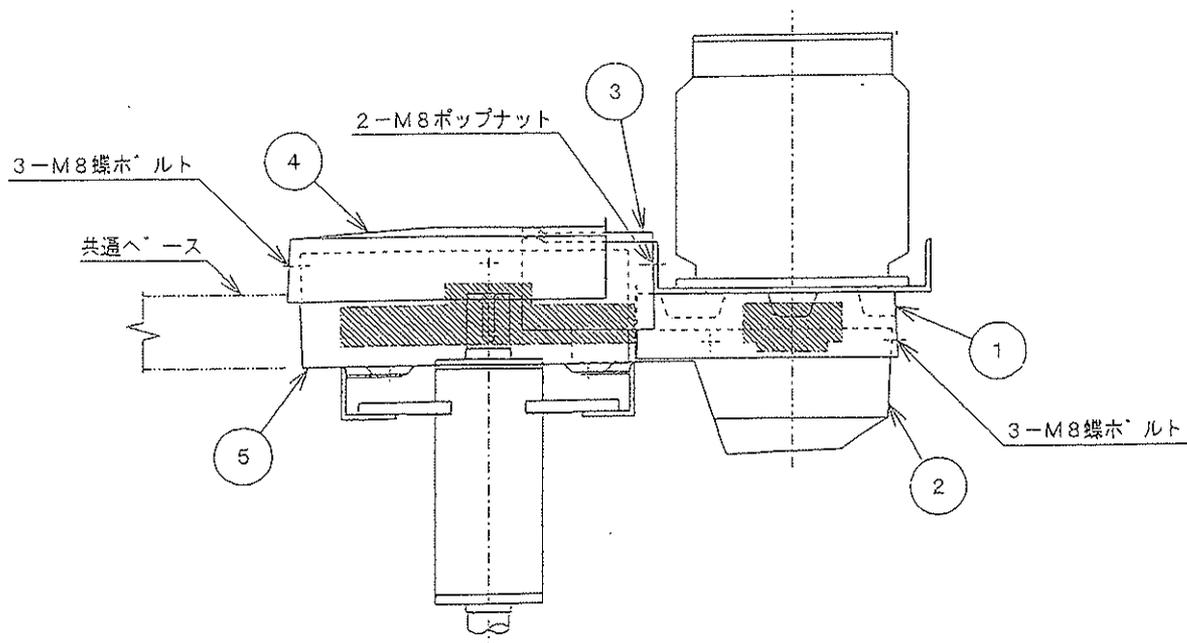

図10-6 ベルトカバー組立図
ベルトの交換は、図10-1 ベルトの張り調整及び、図10-6 ベルトカバー組立図を参照してください。また、交換部品サイズは表10-1～3 ベルト張力調整表の一覧表を参照ください。
- a. 図10-6のベルトカバー④を外します。
- j. 図10-6の③及び④の順にベルトカバーをセットしてください。